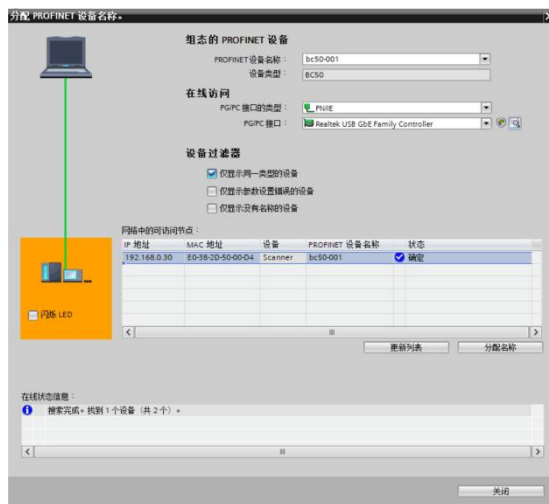

Fig 76. PLC Profinet-分配 PROFINET 设备名称
8. 如 Fig 76 所示，在跳出来的窗口中，选择在线访问的接口类型为 PN/IE，点击更新列表，搜索到 BC50 硬件。选择 BC50 硬件，点击分配名称，从而将新命名 BC50-001 分配给网络中 BC50 传感器。